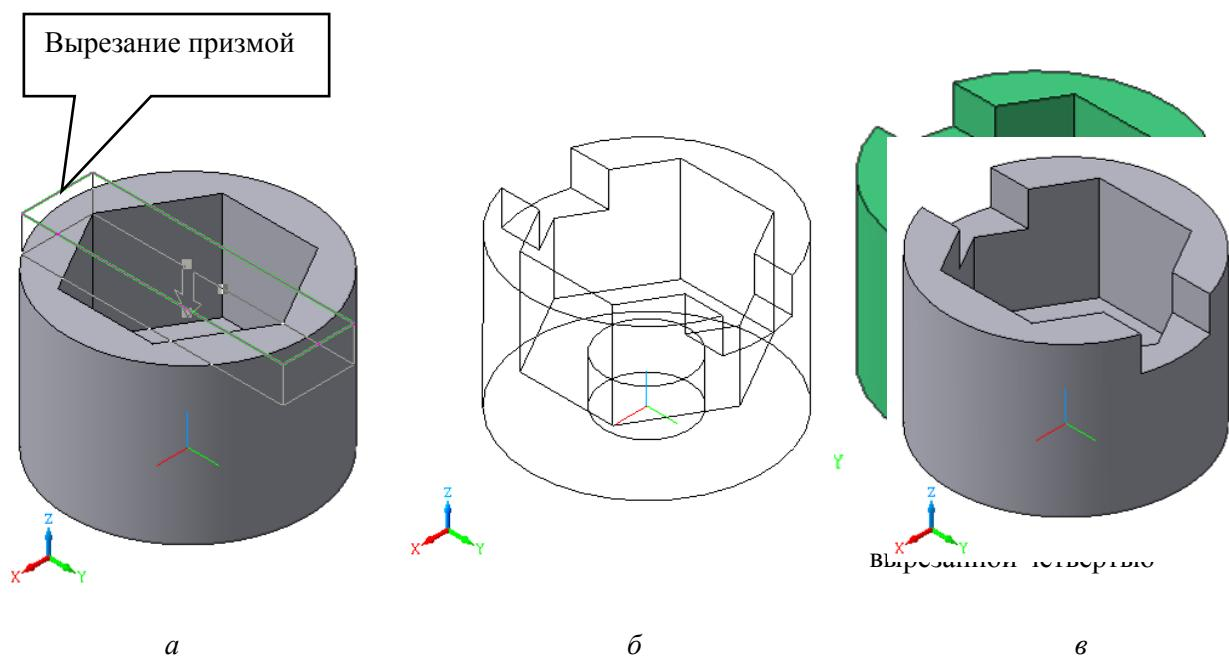

Рис. 3.58. Построение призматического отверстия и виды отображения детали
6. Построить призматический паз шириной 30 мм и глубиной 15 мм (рис. 3.58).
6.2. В Дереве модели выделить пункт «Эскиз 4». Включить операцию Вырезать элемент выдавливания. На панели Свойств выбрать направление выдавливания Прямое. В прямом направлении выбрать параметр На расстояние и указать расстояние, равное 15 мм (рис. 3.58, а). Призматический вырез будет построен.
6.3. Деталь может быть представлена с помощью различных способов отображения: на рис. 3.58, б деталь дана каркасом, на рис. 3.58, в – в полутонае с каркасом.